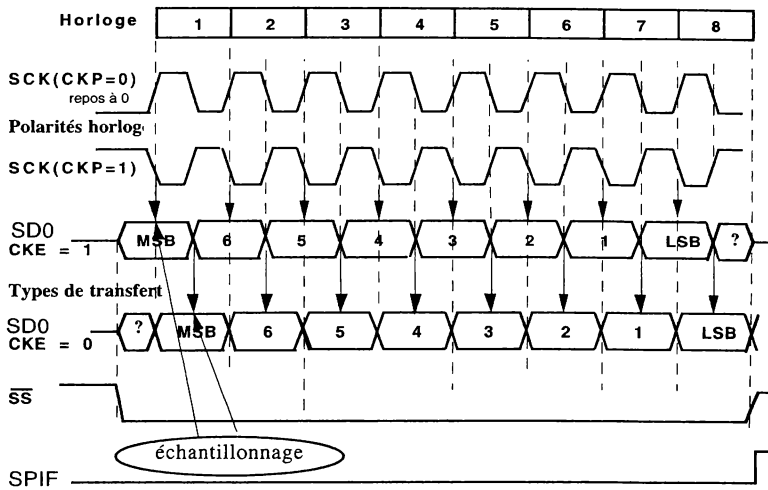

Figure 13.5. Chronogrammes de transfert dans l'esclave ($SMP = 0$)
13.3.1.1. Fonctionnement en mode esclave (voir figure 13.5.)
En mode maître, l'échantillonnage continue sur l'entrée SDI pendant l'émission, le microcontrôleur peut donc recevoir des données par l'entrée SDI et les charger dans le *buffer*. L'échantillonnage sur la ligne SDI dépend du bit SMP du registre SSPSTAT ; si $SMP = 0$ l'échantillonnage a lieu au milieu du cycle d'horloge SCK et si $SMP = 1$ l'échantillonnage a lieu à la fin de SCK (voir figure 13.5).